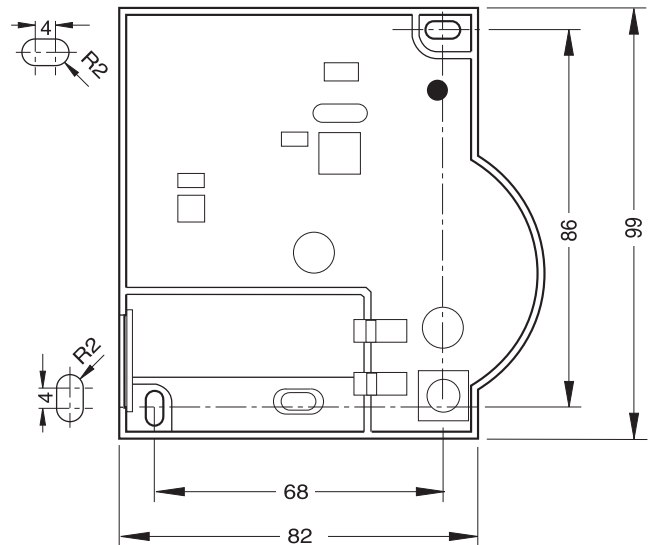

Abb. 3: Bohrschema (Angaben in mm)
- ▶ Zeichnen Sie die Bohrlöcher nach dem Bohrschema (siehe Abb. 3).